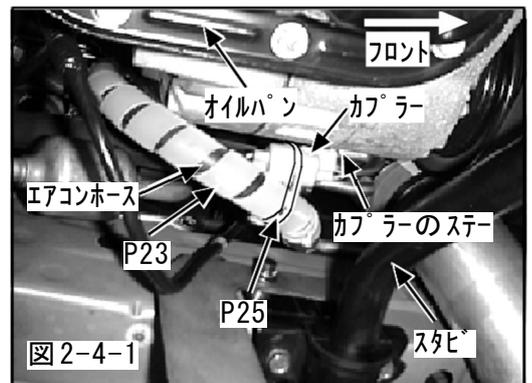

図2-4-1
(P23, P24) (図2-4-1)
- (2) タイラップ(大)を使用して、エアコンホースをカプラーのステーに固定してください。(P25) (図2-4-1)